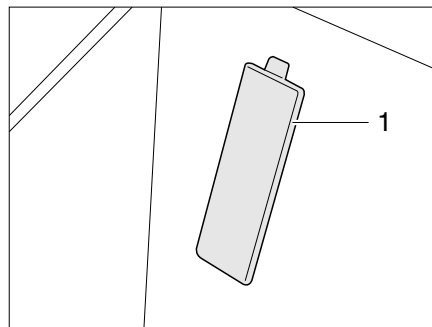

Fig. 384 Copertura numero telaio (veicolo di base Fiat)
- ▷ Nei veicoli con telaio di base Fiat il numero del telaio è situato dietro una copertura (Fig. 384,1) nella zona di ingresso del lato passeggero.